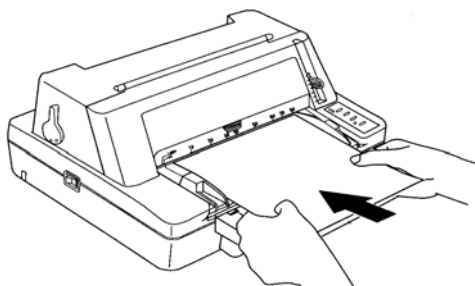

Abbildung 3-4 Laden von Einzelblattpapier
- 5 Führen Sie das Papier entsprechend Abbildung 3-4 ein. Das Papier wird automatisch in den Drucker eingezogen und bleibt dann in der Startposition für den Ausdruck stehen. Der Drucker kann so eingestellt werden, dass er automatisch schräg eingelegtes Papier erkennt und auf die Papieraufgabe zurück auswirft.